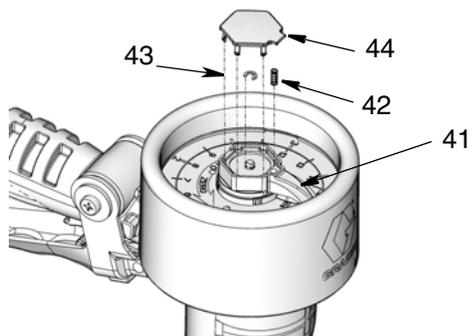

FIG. 14
2. Quite la tapa (44), el anillo de retención pequeño (43), la clavija del puntero (41) y el resorte del puntero (42) (FIG. 14).